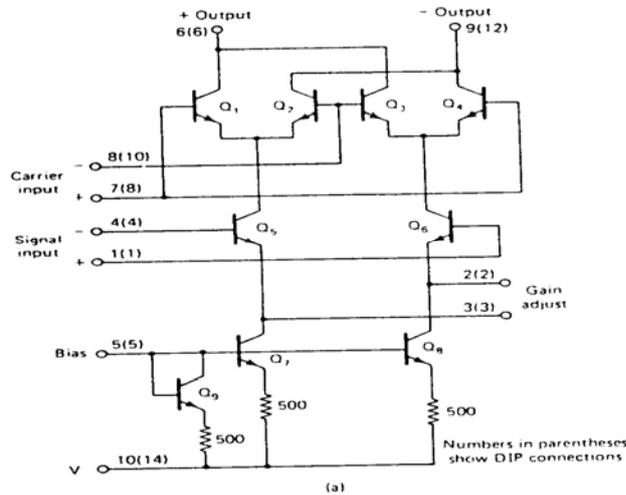
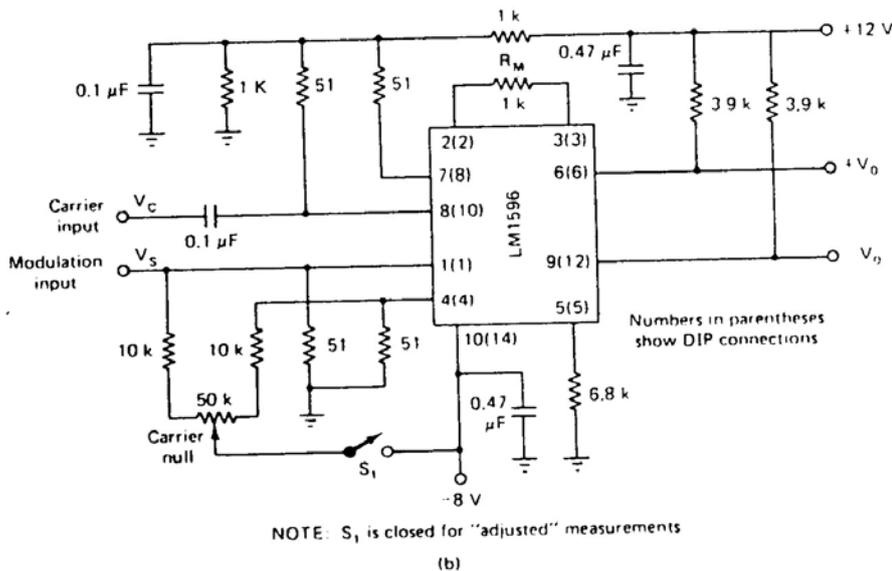

Figura 1a
Figura 1b
Usando el Circuito Integrado LM1596 cuyo diagrama interno es el de la Figura 1a y para el que la Figura 1b muestra una aplicación como modulador de producto, vamos a diseñar un convertidor de frecuencia con salida asimétrica (referida a masa) y alimentación simétrica de +8 y -8 voltios respecto a masa.
3) De esta forma los colectores de $Q_1 - Q_4$ que antes estaban a una tensión de: $12V - 3k\Omega \times I_5 = 8'1V$, ahora estarán a 8V. Si respetamos (ya veremos cómo) las tensiones de las bases de $Q_1 - Q_4$ en dc (patillas 7 y 8) que en la Figura 1b son de 6V, la tensión en los emisores de $Q_1 - Q_4$ seguirá siendo de $6V - 0'7V$ es decir: de 5'3V. Por tanto la tensión colector-emisor de $Q_1 - Q_4$ en la Figura 1b es de $8'1 - 5'3 = 2'8V$ y con nuestra propuesta del Apdo. 2 será de $2'4V$. Como las corrientes de colector de $Q_1 - Q_4$ siguen siendo de 0'5mA como en la Figura 1b, la potencia disipada con nuestra propuesta por Q_1 por ejemplo, pasa de: $0'5mA \times 2'8V = 1'40mW$ (Figura 1b) a: $0'5mA \times 2'4V = 1'20mW$ con nuestra propuesta. Por tanto, en ningún transistor hay variaciones de potencia disipada en reposo que varíen en más del 20% respecto a la que disipaban en la Figura 1-b con nuestra propuesta.